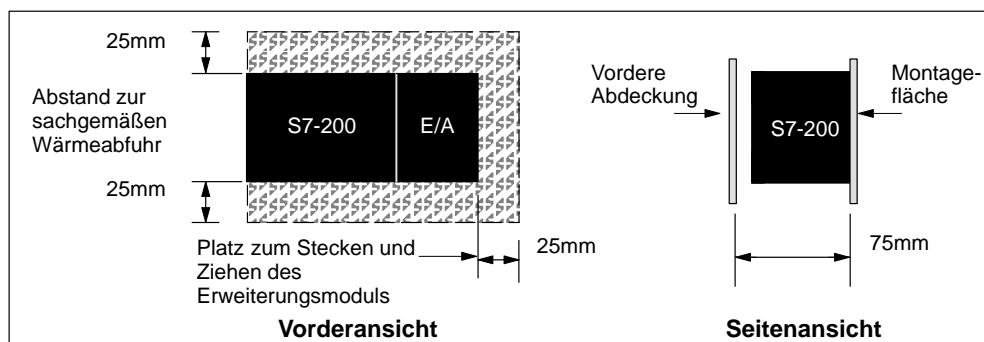

Bild 2-2 Platzbedarf bei der Montage einer S7-200 CPU
- Die S7-200 CPU und die Erweiterungsmodule sind auf natürliche Wärmeabfuhr durch Konvektion ausgerichtet. Lassen Sie deshalb oberhalb und unterhalb der Geräte jeweils mindestens 25 mm Platz, um die Wärmeabfuhr zu gewährleisten (siehe Bild 2-2). Lange Betriebszeiten bei maximaler Umgebungstemperatur und maximaler Last verkürzen die Lebensdauer der elektronischen Gerätekomponenten.
- Wenn Sie die S7-200 horizontal oder vertikal in eine Schalttafel einbauen, benötigen Sie eine Einbautiefe von mindestens 75 mm (siehe Bild 2-2).